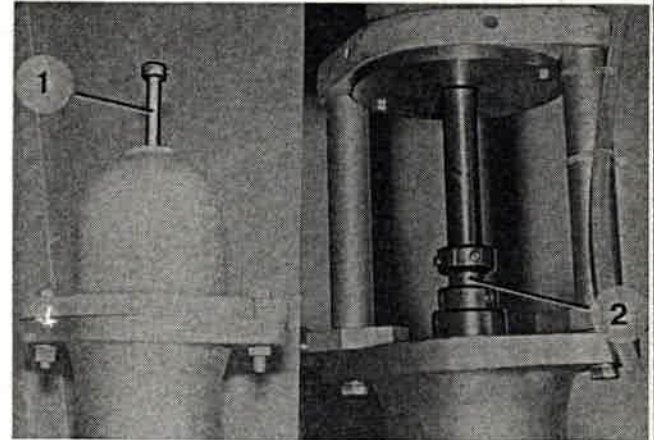

Bild 189
2. Ausgleichkolben (Bild 189/1 bzw. 2) beobachten.